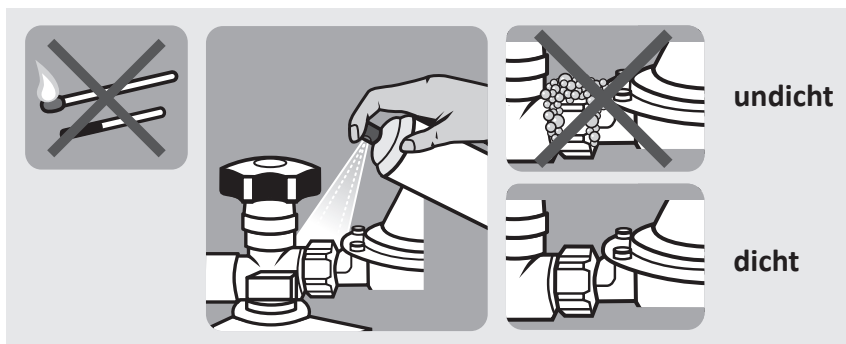

Abb. 3: Dichtheitsprüfung
4. Besprühen Sie nun sämtliche Verbindungen vom Flaschenventil der Gasflasche bis zum Gashahn des Gerätes mit dem Leckspray. Alternativ: Tragen Sie den Schaum mit einem Schwamm oder Pinsel auf. Achten Sie darauf, dass sämtliche Verbindungen vom Flaschenventil bis zum Gashahn des Gerätes mit Schaum bedeckt sind. Dort, wo sich Blasen bilden, liegt eine Undichtheit vor (siehe Abb. 3).